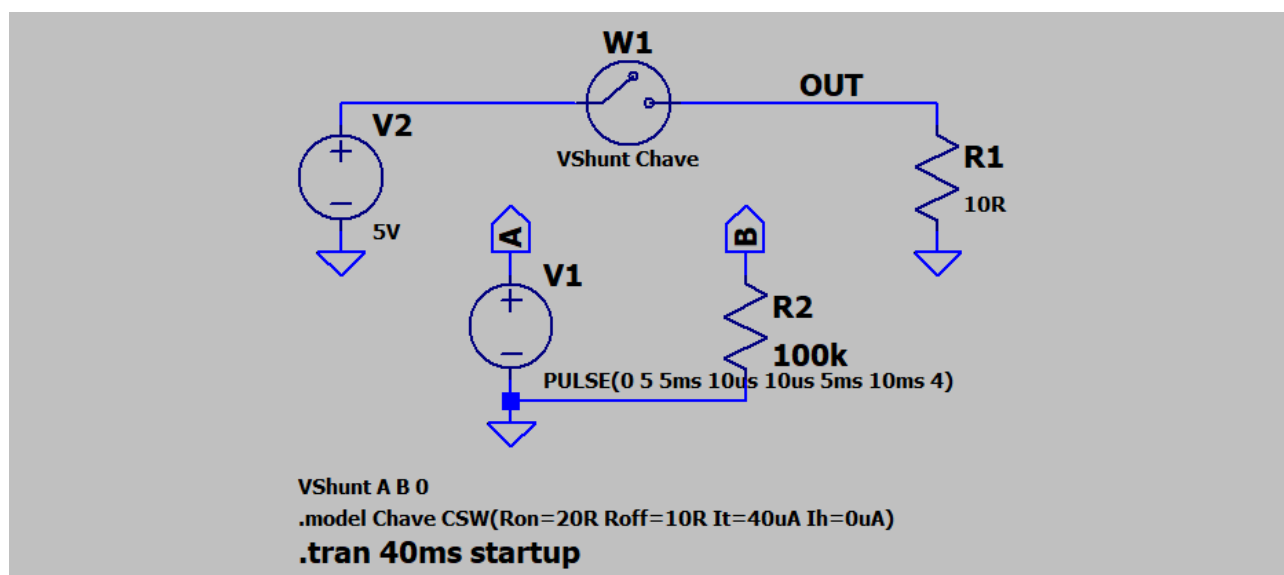

Figura 1 – Testando a chave controlada por corrente
O programa LTSpice permite usar uma chave controlada por fonte de corrente independente. O nome simbólico dessa chave é 'CSW' e seu arquivo do símbolo é 'csw.asy'. Monte o circuito da figura 1. Sobre o componente 'W1' no circuito, clique no botão direito do mouse e preencha o campo 'Valor' com 'VShunt Chave'. São nomes arbitrários, o primeiro 'VShunt' descreve os parâmetros do sensor de corrente, o segundo parâmetro 'Chave' descreve os parâmetros de contato da chave.
No circuito da figura 1, vamos modificar a diretiva `'.model'` conforme mostrado a seguir. Alteramos apenas os parâmetros `'Ron=1MEG'` e `'Roff=1m'`, portanto, quando a corrente no sensor for maior do que 40 uA, então, a resistência no contato da chave será um (1) megaohms, e quando for menor do que 40 uA, a resistência no contato será um (1) miliohms.